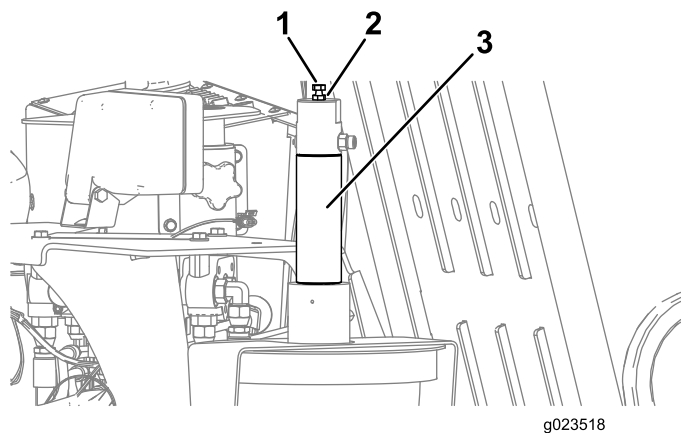

Figure 56
1. Desserrez l'écrou de blocage sur le boulon de réglage situé au sommet du piston de l'applicateur (Figure 56).